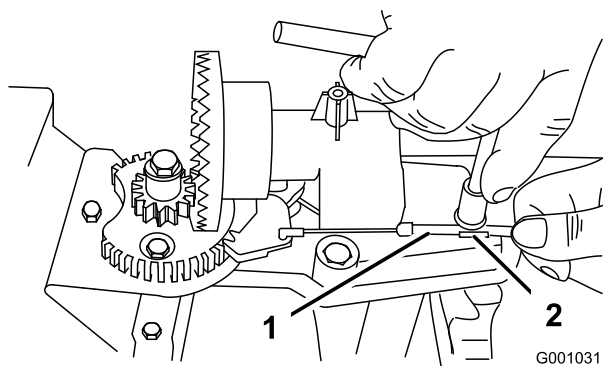
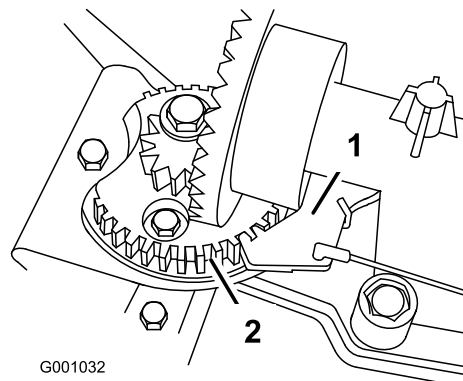

Рисунок 55
Рисунок 56
2. Ослабьте затяжку болта на хомуте кабеля (Рисунок 55).
3. Захватите кабельный трубопровод и перемещайте его по направлению к передней части машины до тех пор, пока фиксатор желоба не войдет полностью в зацепление с зубчатой передачей редуктора (Рисунок 55 и Рисунок 56).
Примечание: Фиксатор пружинен, и под действием пружины стремится войти в зацепление с шестерней редуктора (Рисунок 56).